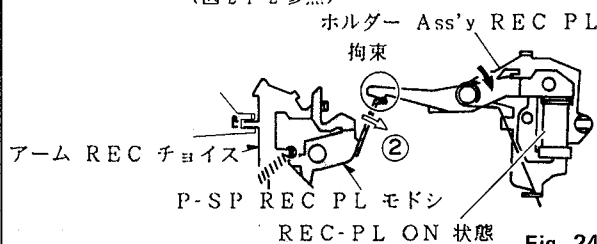

Fig. 24-2
- 1) REC MODEではREC-PLに通電（ON状態）しP-S P（REC-PL）モードの動き（矢印②方向）を拘束します。（図24-2参照）